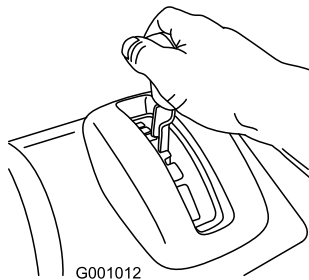

Figure 6
1. Placez le sélecteur de vitesse à la position de marche avant voulue, en veillant à bien l'engager dans le cran (Figure 6).